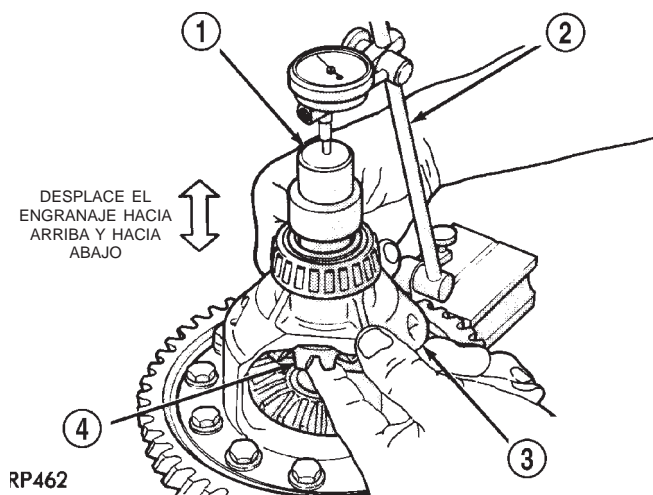
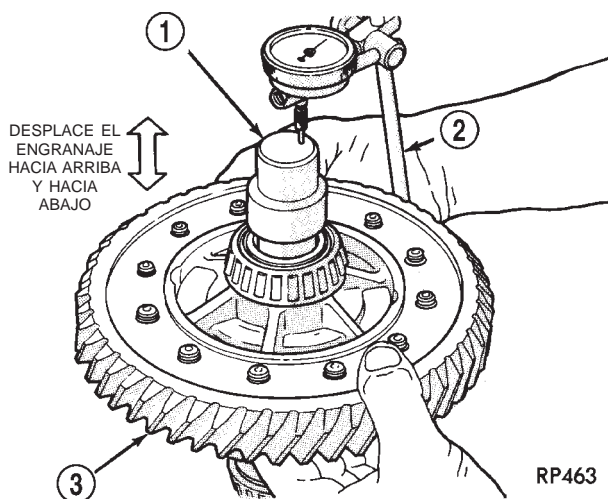

Fig. 30 Verificación del juego longitudinal del engranaje lateral (característico)
Fig. 31 Verificación del juego longitudinal del engranaje lateral—Característico
(1) Gire el conjunto dos vueltas completas tanto hacia la derecha como hacia la izquierda. Instale el indicador de cuadrante como se muestra en la figura y registre el juego longitudinal (Fig. 30) y (Fig. 31). Gire el engranaje lateral 90 grados y haga otra medición. Gire nuevamente el engranaje lateral 90 grados y registre una última medición.